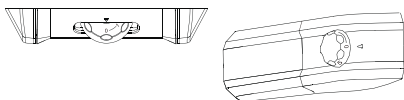

Fig.21
1) Tourner le bouton sur la position "0". (fig.21)